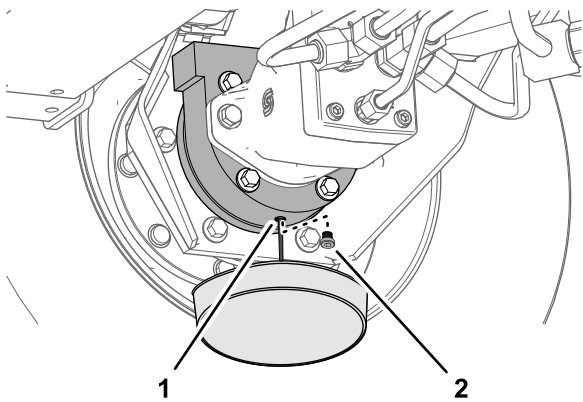

Figure 75
- Placez un bac de vidange sous le carter de frein, enlevez le bouchon de vidange et vidangez toute l'huile (Figure 75).